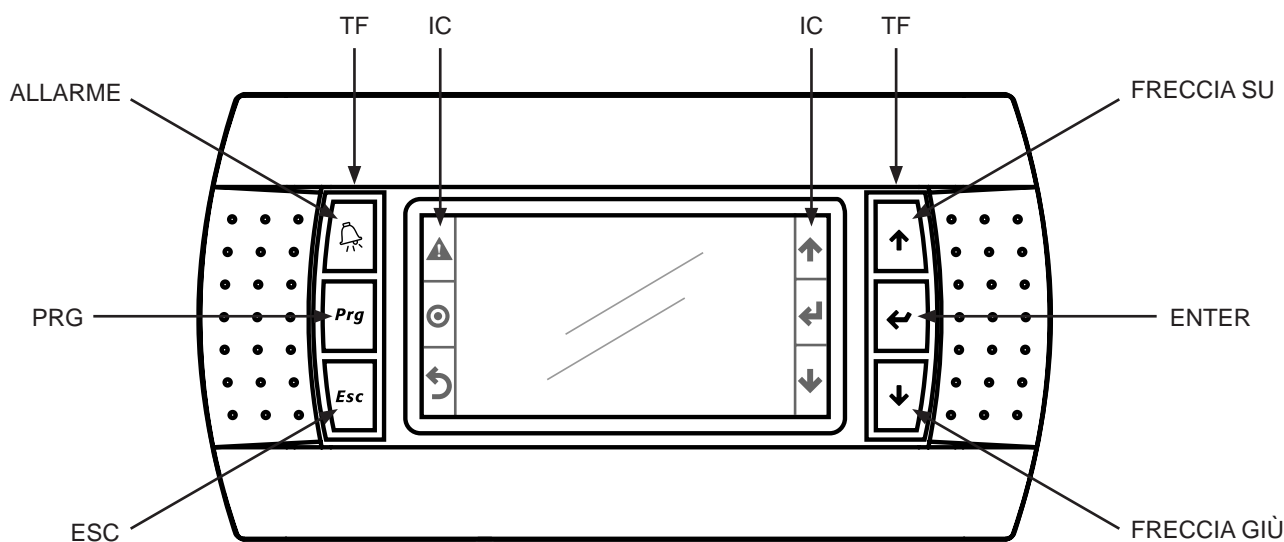

Figura 16
(1) Compatibile solo con i modelli adiabatici (AVK, AVS, AVW).
(2) Compatibile solo con i modelli chillbooster. I modelli chillbooster non sono oggetto del presente manuale.
9.10 Il pannello remoto (A2) è costituito da un display centrale e da 3+3 tasti fisici laterali: alla sinistra del display si hanno i tasti "ALLARME", "PRG", "ESC", alla destra i tasti "FRECCIA SU", "ENTER", "FRECCIA GIÙ". Si veda la Figura 16. La funzione dei tasti fisici TF viene esplicitata dalle corrispondenti icone IC sul display.